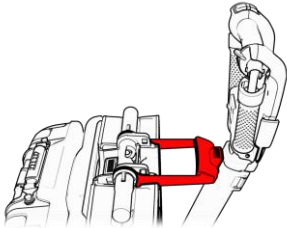

Figure 48
4. Verbinden Sie den Hauptgriff mit dem Stangenknopfgehäuse (siehe Abbildung 48).